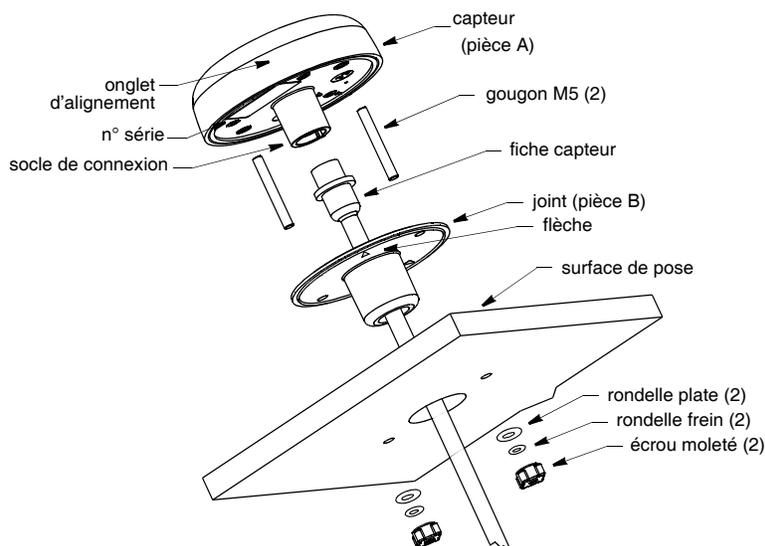

Figure 4. Pose encastrée
1. Ôtez l'étiquette apposée sur le connecteur du capteur (pièce A) (voir Figure 4).